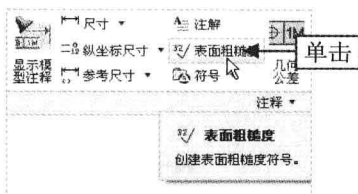

图 12-80 单击“表面粗糙度”按钮
Step 02 在“功能区”选项板中切换至“注释”选项卡，单击“注释”面板中的“表面粗糙度”按钮，如图 12-80 所示。